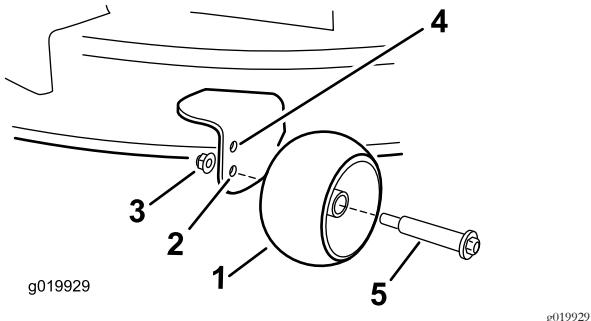

Figura 31
- Furo superior – utilize esta posição com plataforma de corte nas posições de altura de corte de 63 mm e inferiores (Figura 31).
- Furo inferior – utilize esta posição com a plataforma de corte nas posições de altura de corte de 76 mm e superiores (Figura 31).